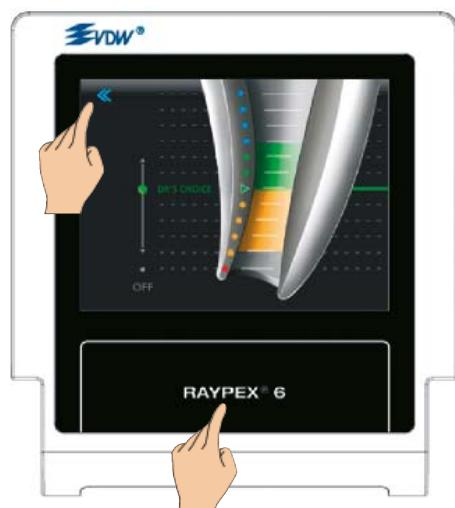

Рис. 26. Выход из опции DR'S CHOICE
- Для выхода из опции DR'S CHOICE коснитесь стрелки возврата или поля RAYPEX® 6 «Home» (рис. 26).